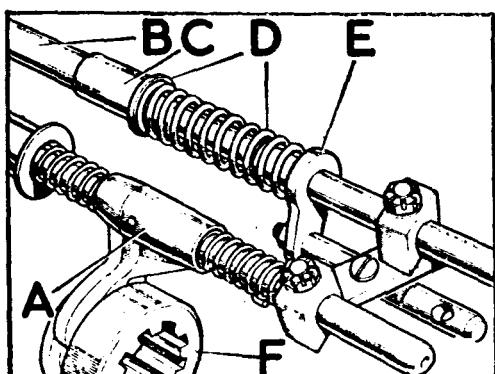

Fig. C1-52 Conjunto de las barras correderas
1.1.2. Extraer el conjunto de las barras correderas (Fig. C1-52) y la garra de enclavamiento, F, para la tracción total